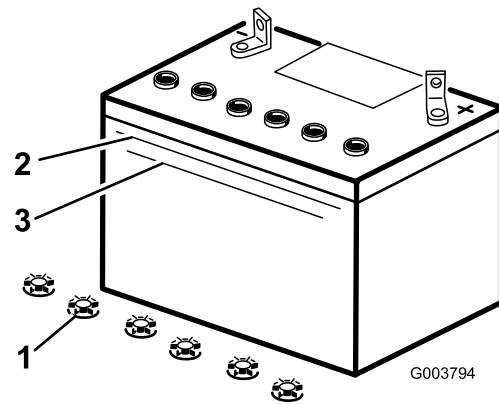

Figura 36
3. Mire hacia el lateral de la batería. El electrolito debe llegar a la línea superior (Figura 36). No permita que el electrolito esté por debajo de la línea inferior (Figura 36).
3. Retire los tapones de llenado de la batería (Figura 36).
4. Vierta lentamente agua destilada en cada célula de la batería hasta que el nivel de electrolito llegue a la línea superior (Figura 36) de la caja de la batería.
5. Espere de cinco a diez minutos después de llenar las células de la batería. Añada agua destilada, si es necesario, hasta que el nivel de electrolito llegue a la línea superior (Figura 36) de la caja de la batería.